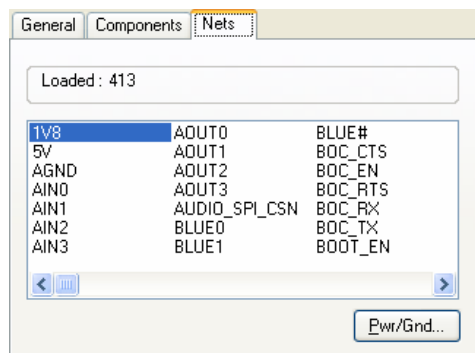

图 9.14 “Nets”选项卡
(5) 单击“Nets”选项卡标签，显示如图 9.14 所示的“Nets”选项卡，该选项卡用于显示当前电路板中的网络信息。